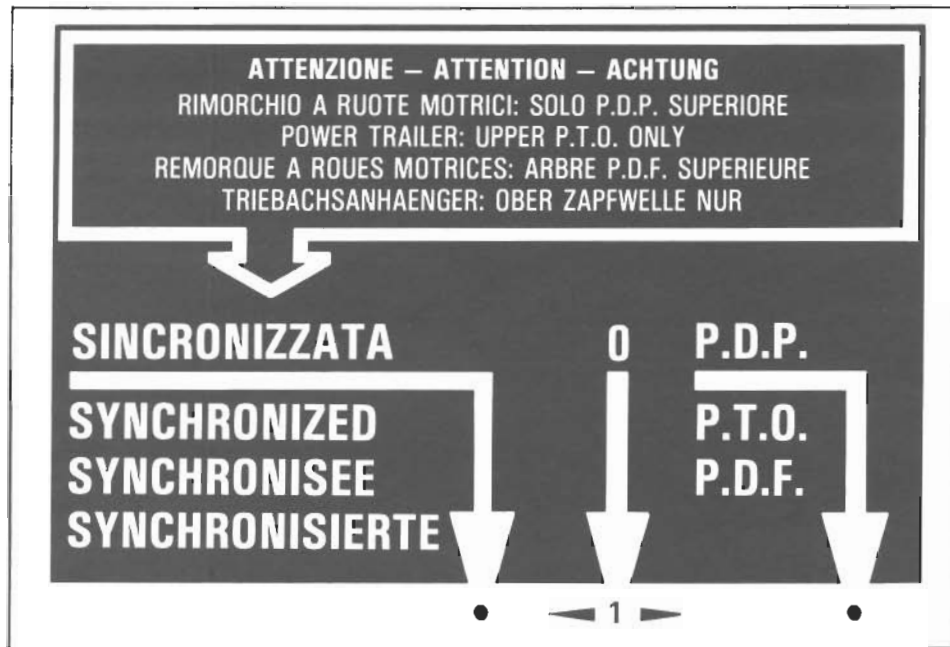

Fig. 8/a - Bild 8/a
Die Kraftübertragung auf diese Zapfwelle erfolgt direkt vom Motor aus, hinter der Kupplung, weshalb die Zapfwellendrehzahl nur mit der Motordrehzahl verbunden ist. Die Drehrichtung der Zapfwelle bleibt auch im Rückwärtsgang unverändert. Ein Steuerhebel mit 2 Stellungen ermöglicht die Vorwahl von 2 verschiedenen Untersetzungsverhältnissen für die Zapfwelle (siehe Bild 8). Diese Zapfwelle dient zum Antrieb von Geräten oder Arbeitsmaschinen.
2. Die Zapfwelle durch Einlegen des betreffenden Steuerhebels (Bild 8, Detail 1) in Stellung 540 (langsam) oder 900 (schnell) in die gewünschte Drehzahl einschalten. Sich vergewissern, dass der Steuerhebel einwandfrei eingeschaltet ist.
La presa di potenza superiore ha le stesse caratteristiche della presa di potenza inferiore. Una leva di comando a tre posizioni consente di selezionare i diversi impieghi della p.d.p. (vedere la fig. 8/a).
- a) **Collegamento attrezzi**, operare come descritto nei punti 1 e 2 precedenti, portare la leva (fig. 8/a, part. 1) in posizione P.D.P. e quindi seguire la procedura dei punti 3 e 4 precedenti.
- b) **Collegamento rimorchi a ruote motrici**, premere il pedale della frizione e arrestare la trattoria, portare la leva (fig. 8/a, part. 1) in posizione "SINCRONIZZATA" e la leva (fig. 8, part. 1) in posizione di folle. Rilasciare gradualmente il pedale della frizione.
The top power take-off features are the same as those of the bottom power take-off. A 3-position control lever is provided for the selection of the different uses of the p.t.o. (see fig. 8/a).
- "P.t.o." position, connection of implements. It makes the same revolutions as the bottom p.t.o. and the two rotation ranges are selected by control lever shown in figure 8.
- a) **Connection of implements**, working sequence as described under items 1 and 2; bring lever (fig. 8/a, part. 1) to P.T.O. position then follow steps laid down under items 3 and 4.
- b) **Connection of driving-wheeled trailers**, depress clutch pedal and stop the tractor, bring lever (fig. 8/a, part. 1) to "Synchronmeshgeared position" and lever (fig. 8, part. 1) to the neutral position. Gently release clutch pedal.
La prise de force dessus présente des caractéristiques égales à la prise de force moteur. Un levier de commande à trois positions permet la sélection des divers emplois de la p.d.f. (voir fig. 8/a).